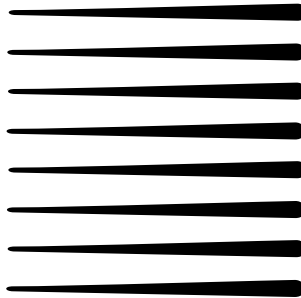

Figure 9
2. Relâcher plus de matériel et soulever l'aérographe à l'écart de l'objet de travail pour pulvériser des lignes parallèles qui changent d'étoites à épaisses. Voir Figure 9.